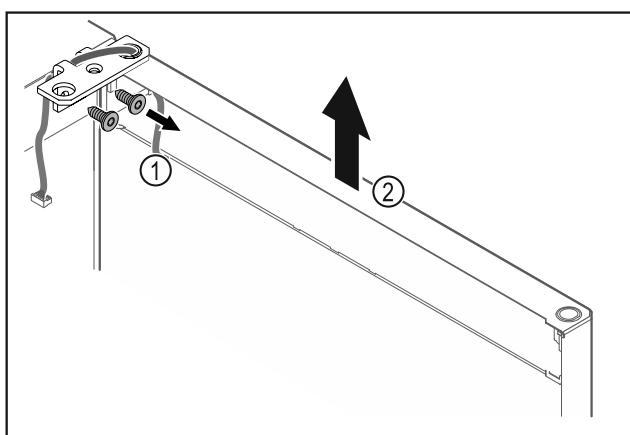

Fig. 24
- Відкрутити шарнірний кутик Fig. 24 (1).
- Дверцята з шарнірним кутиком Fig. 24 (2) приблизно на 200 мм прямо підняти вгору і зняти.